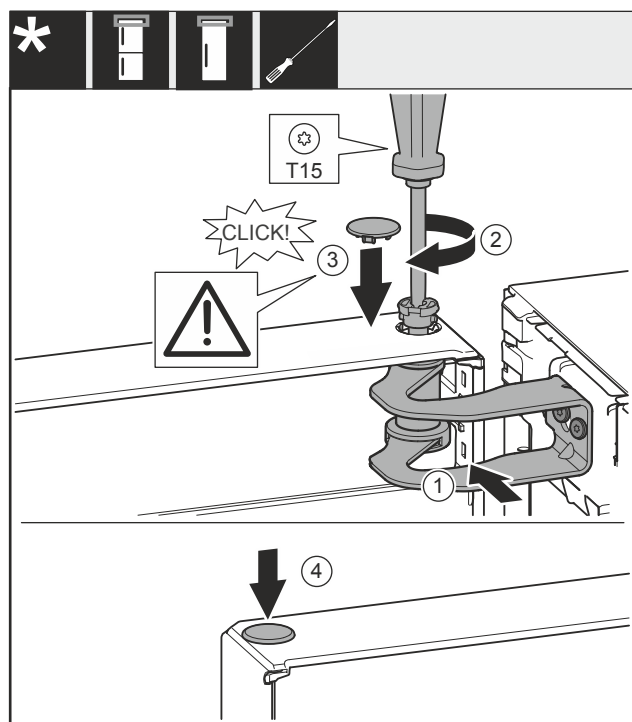

Fig. 54
- Vrata poravnajte z odprtino v ležajnem podstavku Fig. 54 (1).
- Vstavite sornik Fig. 54 (2) in ga zategnite z izvijačem.
- Vstavite pokrov Fig. 54 (3).
- Preverite, ali pokrov Fig. 54 (3) pravilno leži na vratih.
- Vstavite pokrov Fig. 54 (4).